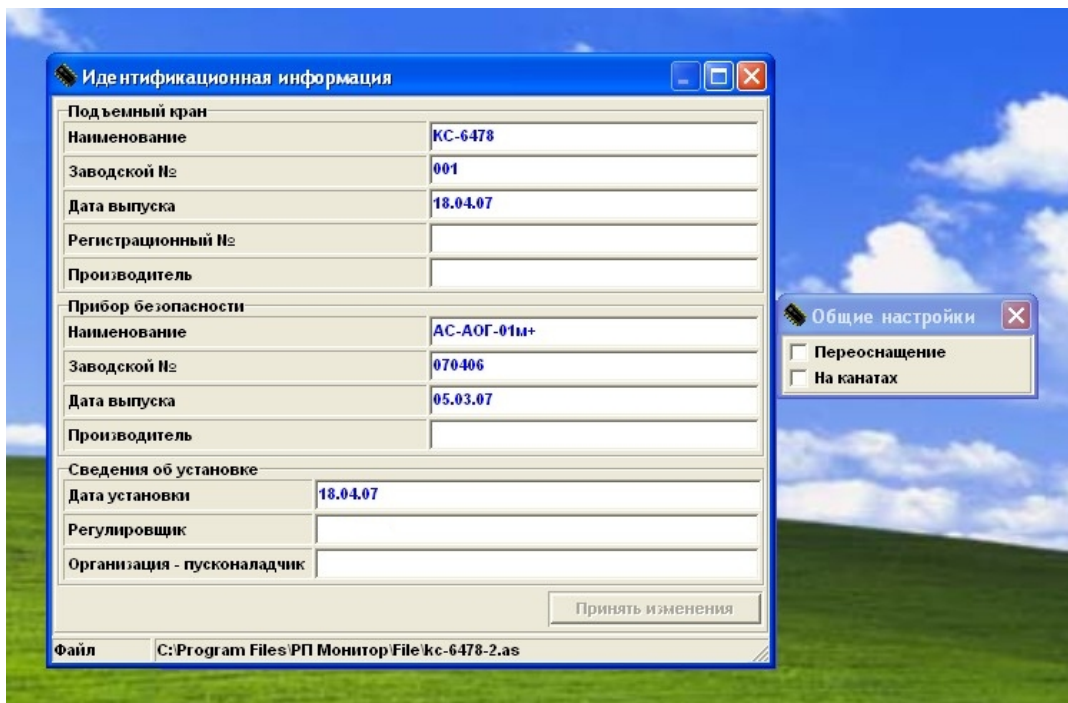
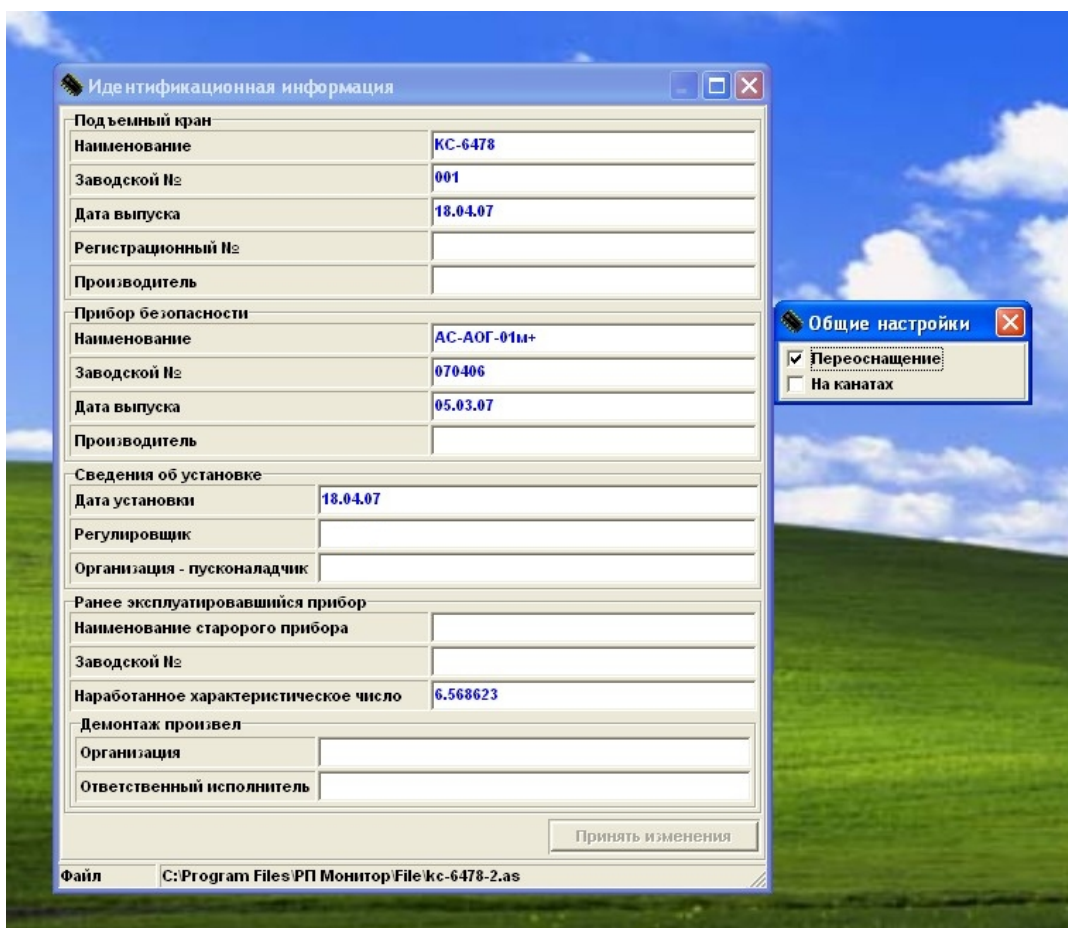

Рис.7
Рис.8
Выбор характера работы "Переоснащение" приводит к появлению в окне "Идентификационная информация", Рис.7, дополнительного поля, куда вносится информация о приборе безопасности, установленном на грузоподъемном устройстве ранее и демонтированном в ходе переоснащения, Рис.8.
В зависимости от выбранного Вами в предыдущем пункте характера работы, появится окно "Идентификационная информация", либо для впервые устанавливаемого прибора, Рис.7, либо для прибора, устанавливаемого взамен ранее эксплуатировавшегося, Рис.8.
- идентификационная информация, Рис.7 или Рис.8 в зависимости от выбранного характера выполняемых работ;